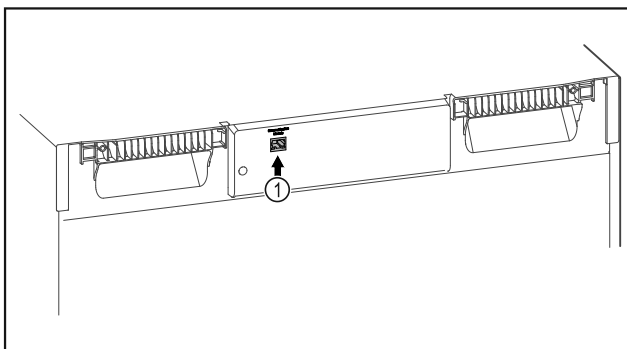

Fig. 154
- Moduli SmartModule Fig. 154 (1) është vendosur.